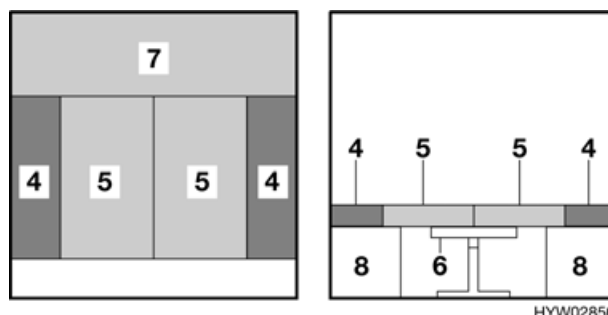

Fig. 41 Dopo la trasformazione
- Collocare i cuscini dello schienale (Fig. 41,4) sulla parete esterna. Rispettare la forma cuneiforme.
- Premere entrambi i cuscini del divano (Fig. 41,5) fra i cuscini dello schienale.